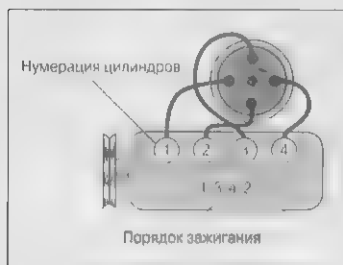

Рис. 12.2 Нумерация цилиндров и порядок зажигания в рядном четырехцилиндровом двигателе
- ✓ Во всех заднеприводных четырех- и шестицилиндровых рядных моторах производства США цилиндру, расположенному ближе всего к переднему краю автомобиля, присваивается №1. Остальные цилиндры нумеруются по направлению к задку (№2, №3, №4 и т.д.) (рис. 12.2 и 12.3).